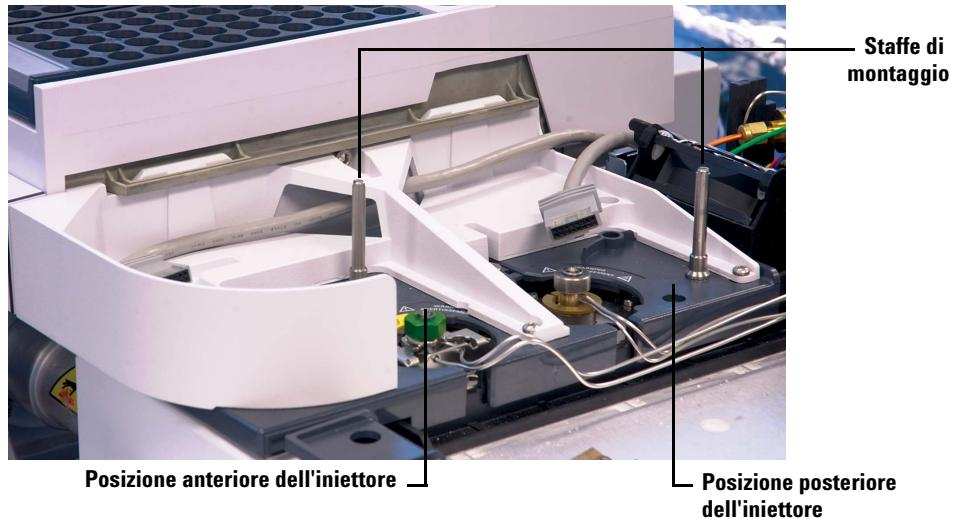

Figura 15 Installazione delle staffe di montaggio su un GC serie 7890
- **GC serie 7890, GC 7820A e MSD 7820.** Installare nel coperchio d'ingresso in posizione anteriore o posteriore, a piacere. La staffa deve essere ruotata fino in fondo (Figura 15).